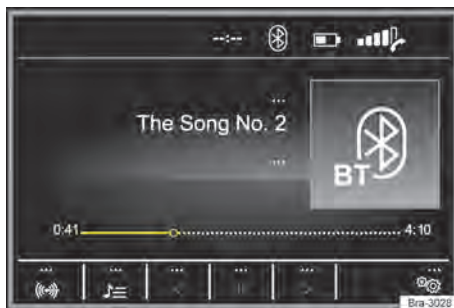
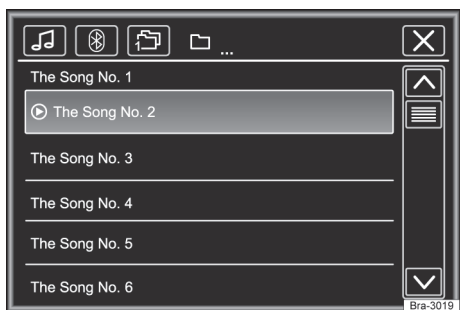

Fig. 133 Menu principal de mídia.
Fig. 134 Operação do rádio: lista de estações.
- Pressionar o botão **MEDIA** para abrir o menu principal **MEDIA** → Fig. 133.
As fontes de mídia que são reproduzidas atualmente são exibidas na superfície de função na parte inferior esquerda → Fig. 133.
Legenda da → Fig. 133 e → Fig. 134: